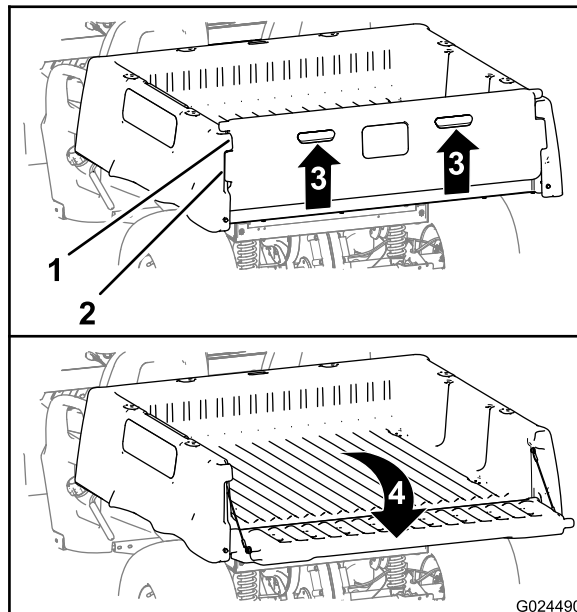

Рисунок 14
2. Поднимите захваты на задней панели откидного борта (Рисунок 14).
3. Совместите фиксирующие фланцы заднего откидного борта с отверстиями, расположенными между фланцами откидного борта грузового кузова (Рисунок 14).
4. Поверните откидной борт назад и вниз (Рисунок 14).
- Поверните откидной борт вверх и вперед так, чтобы фиксирующие фланцы откидного борта были заподлицо с его гнездом в грузовом кузове (Рисунок 14).
- Опустите откидной борт до его посадки в задней части грузового кузова (Рисунок 14).